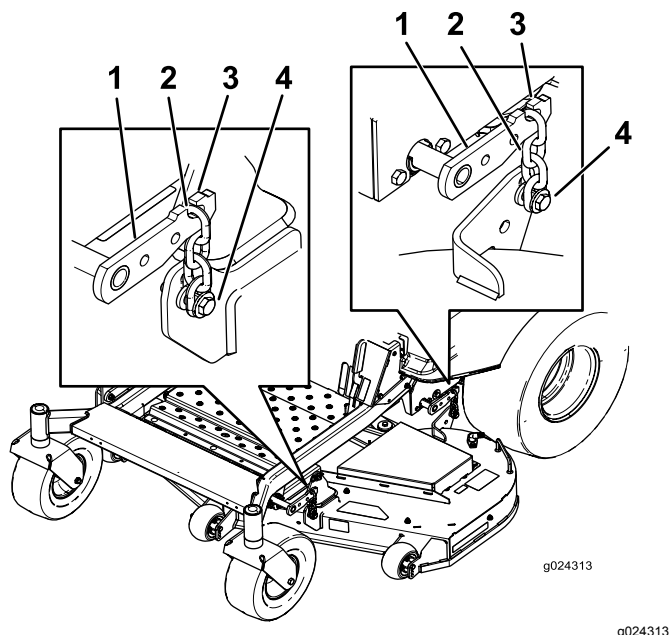

Figura 72
5. Afloje los pernos de ajuste en las cuatro esquinas, hasta que la carcasa quede bien asentada sobre los cuatro bloques (Figura 72).
6. Asegúrese de que las cuatro cadenas están tensadas (Figura 72).
7. Apriete los cuatro pernos de ajuste (Figura 72).